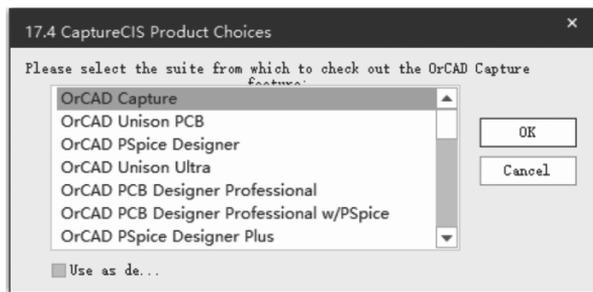

图 3.30 OrCAD Capture 选择对话框
(1) 打开 Capture CIS 17.4,弹出如图 3.30 所示的对话框,选择 OrCAD Capture,下方的 Use as default 建议勾选,下次会默认打开。
(2) 在图 3.30 所示的对话框中单击 OK 按钮,再按 3.3.1 节的介绍,新建一个工程,然后进入原理图编辑界面,如图 3.31 所示。